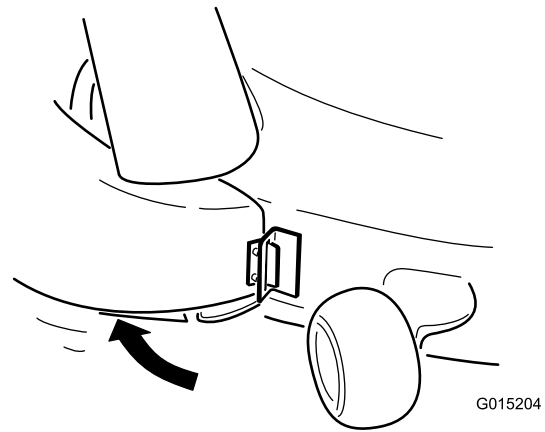

Bild 22
2. Drehen Sie den Auswurfkanal nach hinten zum Mähwerk, dass der Auswurfkanal mit dem Mähwerkgehäuse bündig ist (Bild 22).